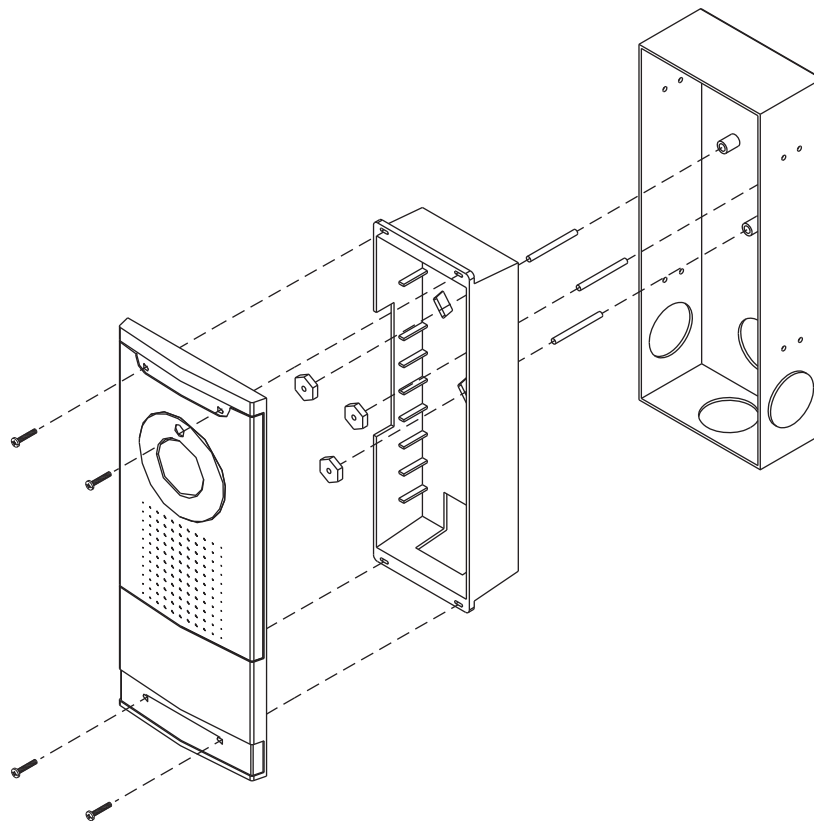

Figura 3
6) Coloque la estación de puerta en la parte superior de la caja de metal. Mientras sostiene la estación en su lugar, atornille los 4 tornillos suministrados en los orificios de la parte superior e inferior de la estación (**Figura 3**). Asegúrese que los tornillos estén unidos en las ranuras de la caja de plástico. Apriete los tornillos suavemente hasta que la estación está bien asegurada a la caja posterior. No sobre apriete los tornillos.